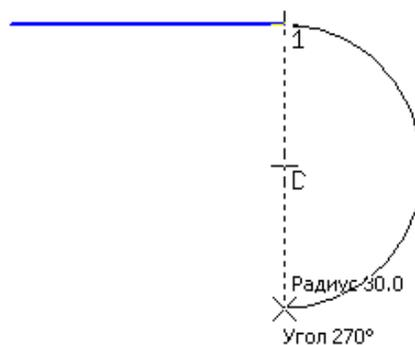

Рисунок 16. Ввод касательной дуги при включенной команде *Непрерывный ввод объектов*
4. Используя привязку *Выравнивание*, растяните дугу так, чтобы ее конечная точка лежала на одной вертикальной линии с начальной, а радиус дуги был равен 30 мм (рис. 16). После этого зафиксируйте точку дуги.